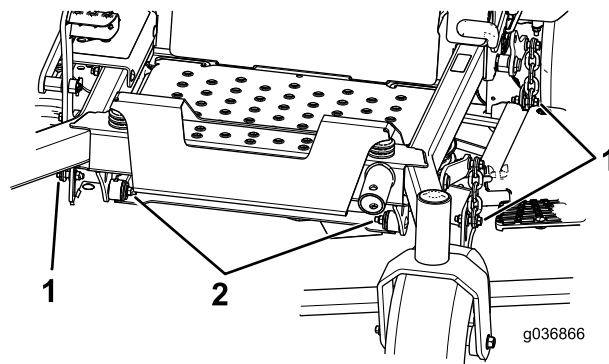

**Figura 80**
13. Afloje las contratuercas (Figura 80) en las 4 esquinas y compruebe que la carcasa de corte está bien asentada sobre los cuatro bloques.